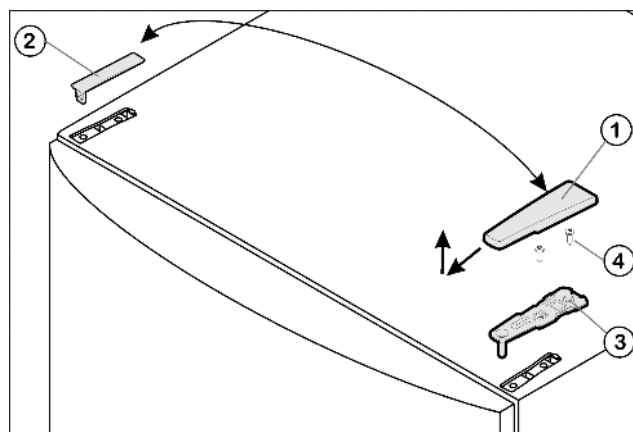

Fig. 4
- ▶ Потяните крышку Fig. 4 (1) вперед и вверх.
- ▶ Снимите крышку Fig. 4 (2).
- ▶ Открутите верхний опорный кронштейн Fig. 4 (3)(2 шт. Torx® 25) Fig. 4 (4) и вытяните вверх.
- Установите верхний опорный кронштейн Fig. 4 (3) на новой стороне шарнира и защелкните в дверце.
- Привинтите верхний опорный кронштейн (с моментом 4 Нм) (2 шт. Torx® 25) Fig. 4 (4). При необходимости сделайте отверстия или используйте аккумуляторную отвертку.
- Наденьте и защелкните крышку Fig. 4 (1) и крышку Fig. 4 (2) на противоположной стороне снаружи.